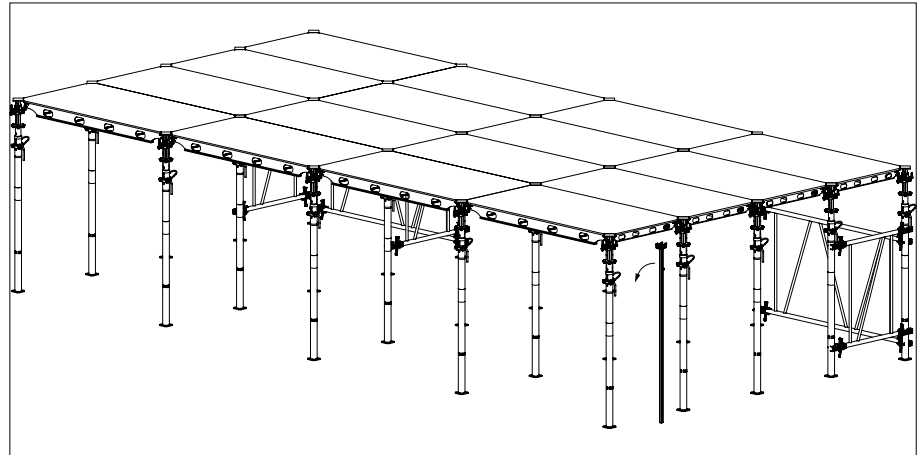

Fig. A5.15
9. Cuando el último puntal esté en posición, retire la segunda horquilla auxiliar de encofrado (fig. A5.15)